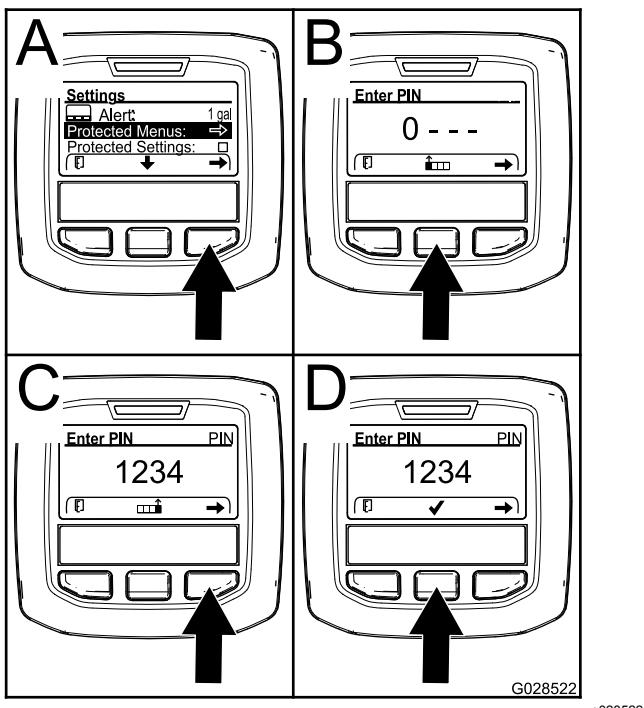

Рисунок 33
- В меню SETTINGS (Настройки) с помощью средней кнопки прокрутите меню вниз к пункту PROTECTED MENU (Защищенное меню), и нажмите правую кнопку (Рисунок 33А).
- Чтобы ввести ПИН-код, нажмите среднюю кнопку и удерживайте ее в нажатом положении до появления первой цифры, затем нажмите правую кнопку, чтобы перейти на следующую цифру (Рисунок 33В и Рисунок 33С). Повторяйте этот пункт до тех пор, пока не будет введена последняя цифра, затем нажмите правую кнопку еще раз.
- Нажмите среднюю кнопку для ввода ПИН-кода (Рисунок 33Д).